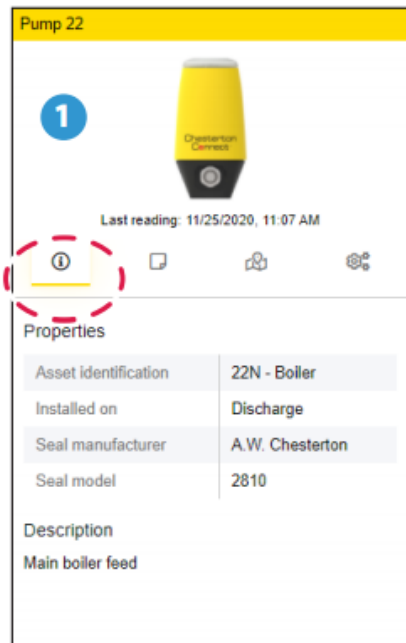

Figura 7
- 1 El diálogo de **información** permite a los usuarios ingresar información específica de la aplicación. Esta información se mantiene en el historial. Puede ingresar propiedades y una descripción del activo donde el sensor está instalado incluyendo (ver figura 7):